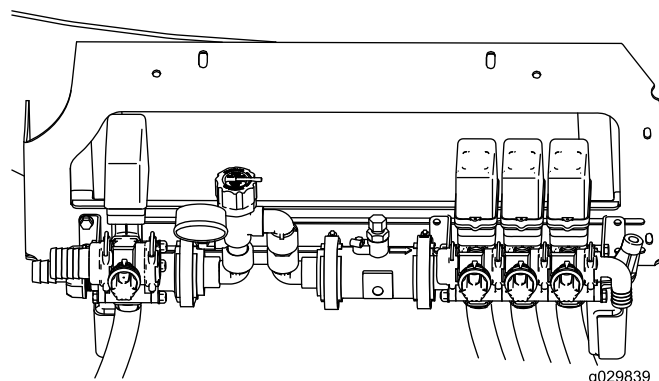

Figura 4
11. Mova, cuidadosamente, o fluxímetro e conjunto da válvula de seção de forma a que o fluxímetro fique alinhado com o conjunto de pressão de descarga (Figura 4).